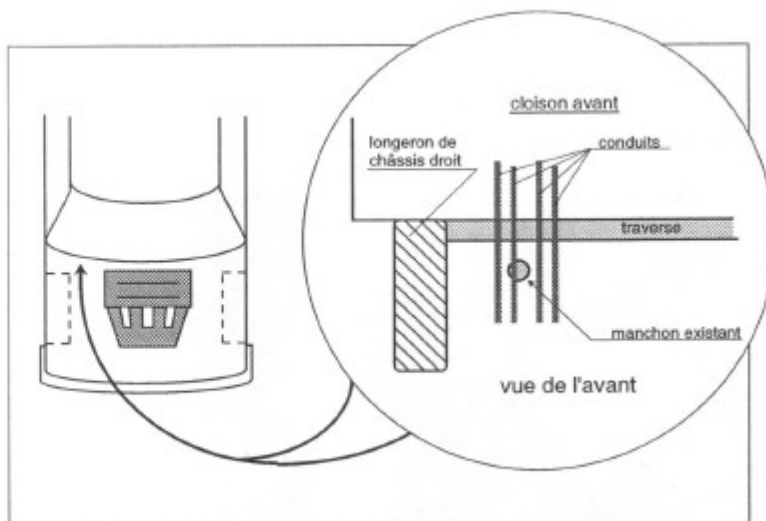

Fig 2
- Faire passer les faisceaux de câbles à travers la cloison avant, à l'endroit indiqué à la fig. 2, par un manchon existant